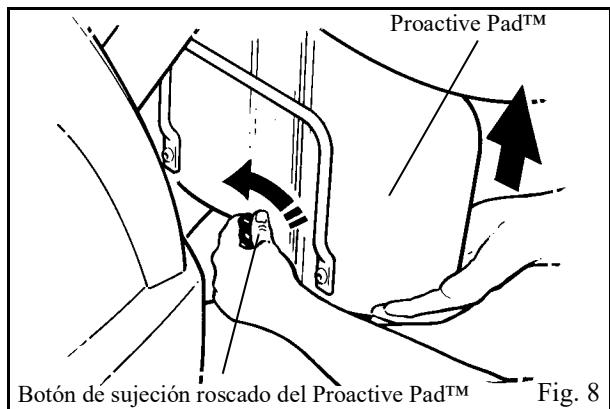

Fig. 8
2. Una vez alcanzada la altura correcta, vuelva a apretar el botón. (Véase la fig. 8)